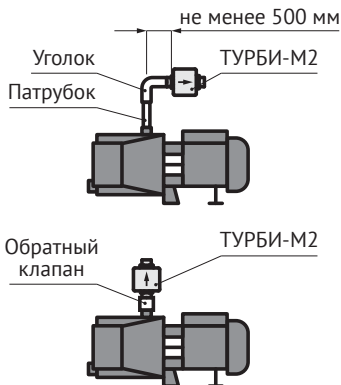

Рис. 3 - Варианты установки ТУРБИ-М2 на поверхностный насос
*Не допускается вертикальная установка Блока непосредственно на выходной патрубок поверхностного насоса без обратного клапана (см. рисунок 3).*